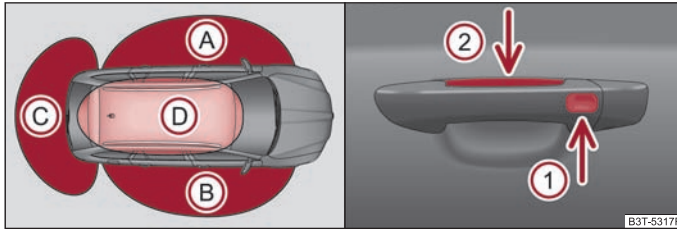

Fig. 27 KESY: Denumirea zonelor și descuierea/ încuierea autovehiculului
- Senzorul din exteriorul mânerului portierei din față ① ⇒ pagina 41, fig. 27 - servește la încuierea autovehiculului,
- Senzorul din interiorul mânerului portierei din față ② ⇒ pagina 41, fig. 27 - servește la descuierea autovehiculului. ■
Dacă în zona (A) ⇒ fig. 27 sau (B) a autovehiculului se găsește o cheie autorizată cu telecomandă, se poate descuia portiera respectivă din această zonă. Altfel spus, când cheia se află în zona (A), puteți descuia autovehiculul de la mânerul portierei stânga față. Când cheia autorizată se află în zona (C), se poate descuia capotul portbagajului.
- Apucați mânerul portierei din față sau acoperiți senzorul (2) ⇒ fig. 27 cu toată palma; autovehiculul se descuia. Dacă, la descuiere, veți acoperi senzorul (2) și simultan senzorul (1), autovehiculul nu se va descuia.
După încuierea autovehiculului cu ajutorul senzorului (1) ⇒ fig. 27, timp de 2 secunde autovehiculul nu se poate descuia de la senzorul (2). Astfel se poate verifica, trăgând de mâner, dacă autovehiculul este încuia.
- La descuierea/încuierea autovehiculului cu ajutorul senzorilor (1) ⇒ fig. 27 sau (2), nu purtați mănuși sau alte accesorii care ar putea împiedica contactul direct dintre mână și senzori.
Dacă după încuierea și închiderea tuturor portierelor, inclusiv a capacului portbagajului, cheia folosită la încuierea autovehiculului rămâne în autovehicul în zona (B) ⇒ fig. 27, se activează protecția împotriva încuirii accidentale a cheii în autovehicul și autovehiculul se descuia.
Dacă autovehiculul nu a fost descuiat timp de 60 ore, senzorii ① ⇒ pagina 41, fig. 27 și ② din mânerul portierei pasagerului din față se vor dezactiva automat. Pentru o reactivare a acestor senzori trebuie să se îndeplinească una dintre condițiile următoare:
- Descuierea portierei șoferului cu ajutorul senzorului ② ⇒ pagina 41, fig. 27,
Dacă autovehiculul nu a fost descuiat timp de 90 ore, se vor dezactiva automat și senzorii ① ⇒ pagina 41, fig. 27 și ② din mânerul portierei șoferului. Pentru o reactivare a acestor senzori trebuie să se îndeplinească una dintre condițiile următoare:
Dacă, la încuierea autovehiculului mențineți degetul pe senzorul ① ⇒ pagina 41, fig. 27 mai mult de 2 secunde, geamurile și trapa panoramică deschise, se închid. De îndată ce eliberați senzorul ①, procesul de închidere se întrerupe. Dacă atingeți din nou senzorul ①, procesul de închidere a geamurilor și a trapei panoramice se reia.